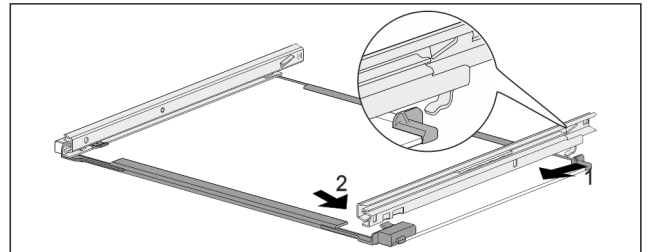

Fig. 248 带轨道的玻璃隔板
- ▶ 轨道后部钩入。 Fig. 248 (1)
- ▶ 轨道前部卡紧。 Fig. 248 (2)